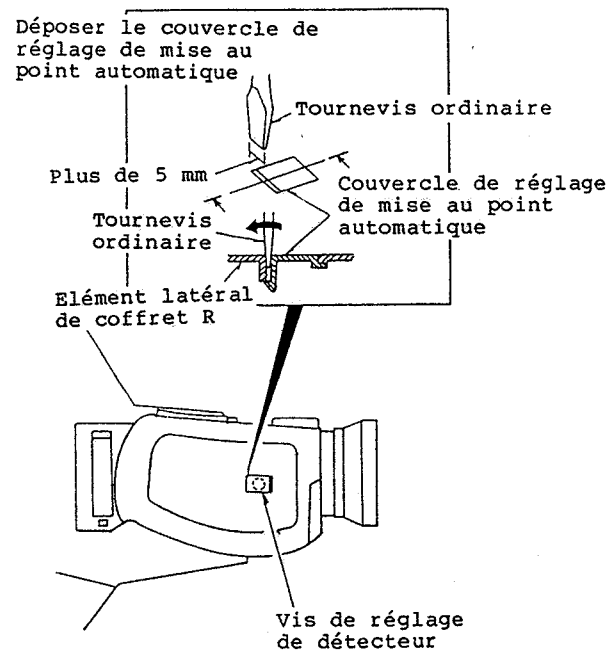

Fig. 4-12
1) Réglage de détecteur de mise au point automatique (Fig. 4-12)